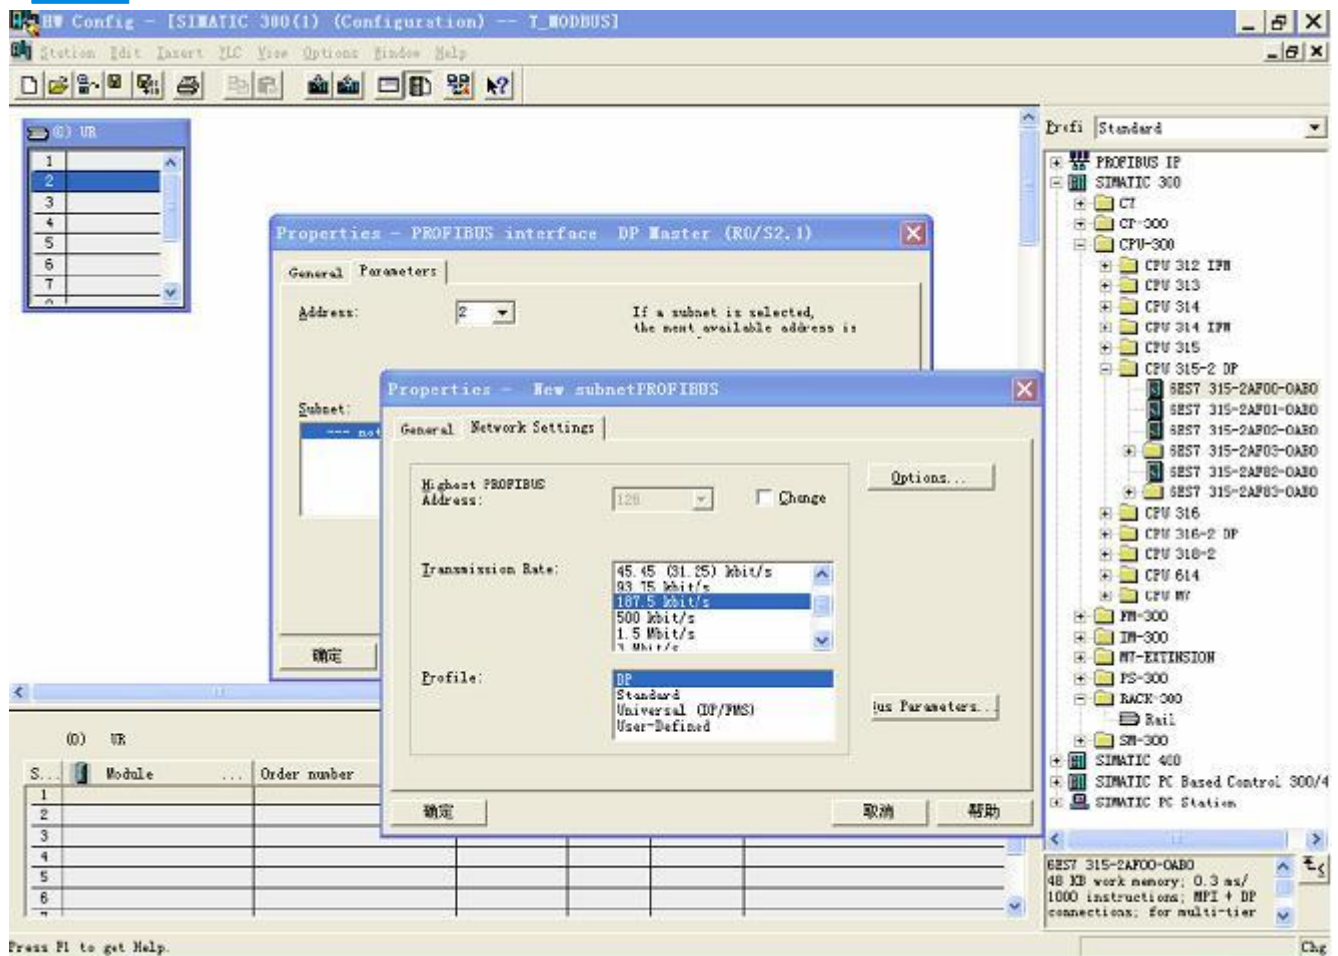

图 11
12. 创建 PROFIBUS DP 网络, 设置 PROFIBUS DP: New->Network settings, 选择 DP, 选择一个波特率如 187.5Kbps, 然后 “OK”。双击它; 如图 11